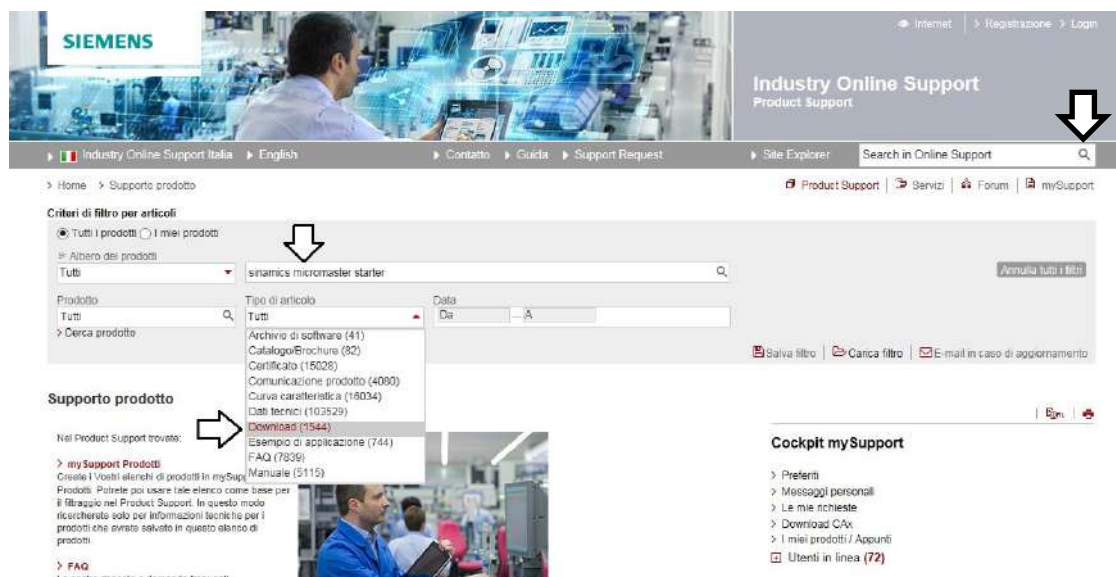

Figura 31- Ricerca per download di Sinamics Micromaster STARTER dal sito SIEMENS
- Digitare SINAMICS MICROMASTER STARTER nella barra di ricerca e scegliere come *Tipo di articolo/ Entry type*: DOWNLOAD, cliccando infine sulla lente di ricerca (Figura 31).